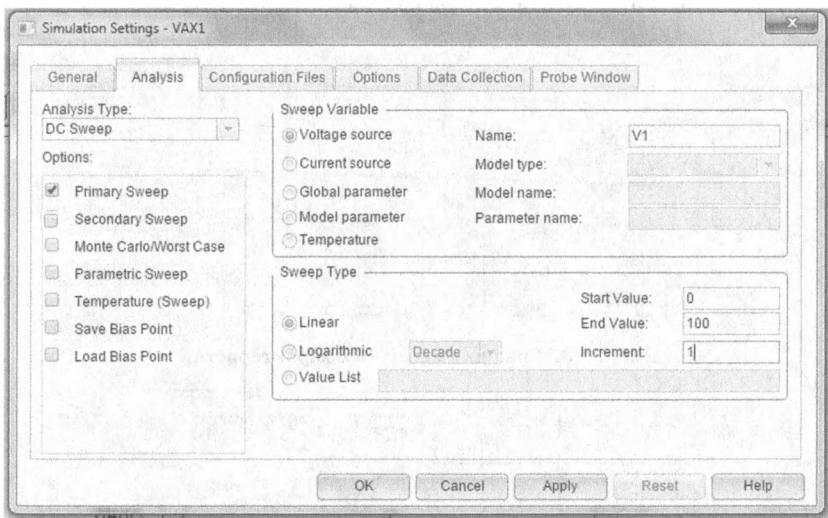

Рис. 2.31. Установка первичной развёртки по напряжению коллектора
4. Создаем профиль моделирования VAX1. Устанавливаем первичную развёртку по напряжению на коллекторе V1 от 0 до 100 В с шагом 1 В (рис. 2.31).